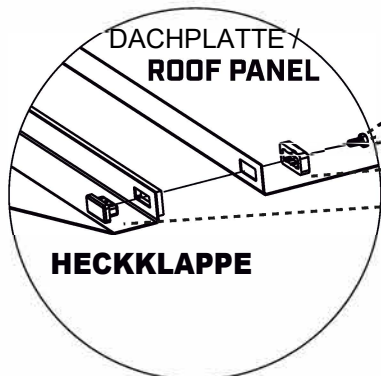

ABBILDUNG 5
4. Ziehen Sie die Schrauben vorerst nur von Hand fest, um die Paneele noch flexibel zu lassen (siehe Abbildung 5).